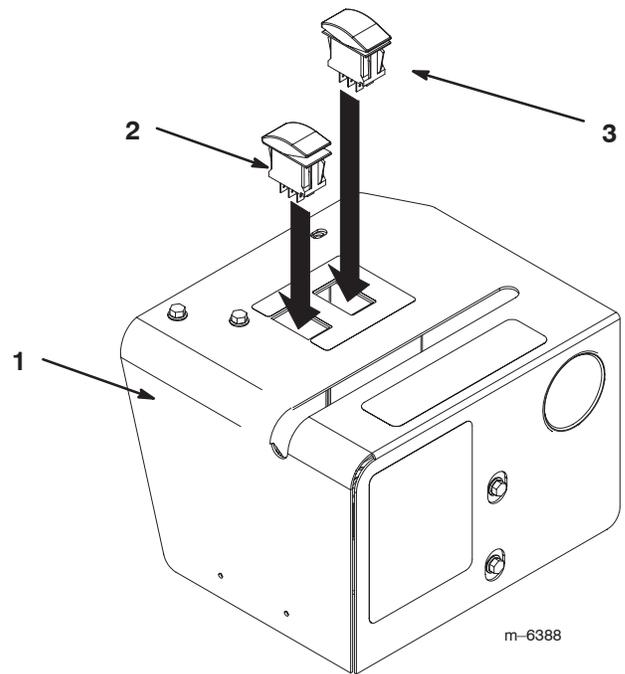

Figure 20
5. Montez les deux interrupteurs dans les trous rectangulaires en haut du couvercle (Fig. 20). Montez l'interrupteur à rappel (c.-à-d. qui ne reste pas en position quand vous n'appuyez pas dessus) dans le trou portant les caractères variable continue ainsi que plus (+) et moins (-).